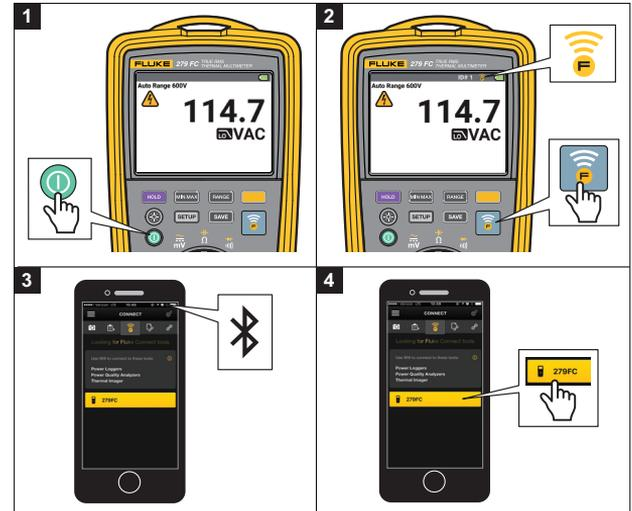

Figura 1. Fluke Connect™
2. Premere  per attivare la radio sul Multimetro. Sul display viene visualizzato il simbolo . Vedere la Figura 1.